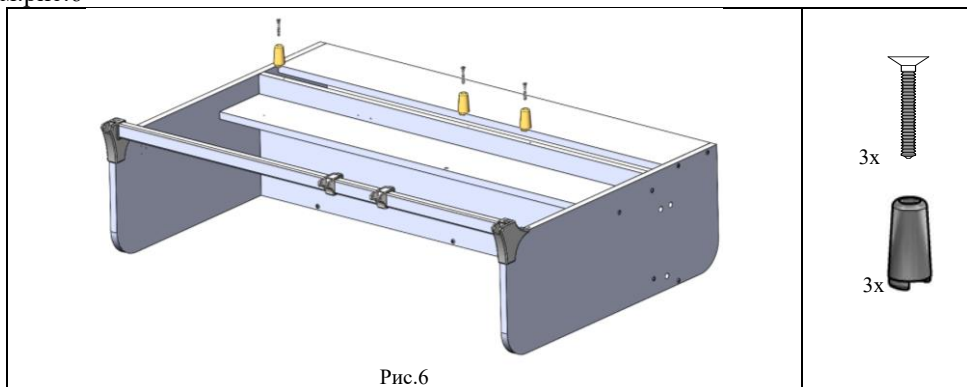

Рис.6
5.1.7. К сборке по п.5.1.6. установить и закрепить при помощи винта самонарезающегося (поз.10, пакет 226) СУТ.11.015 Упор (поз.11, пакет № 226), см.рис.6